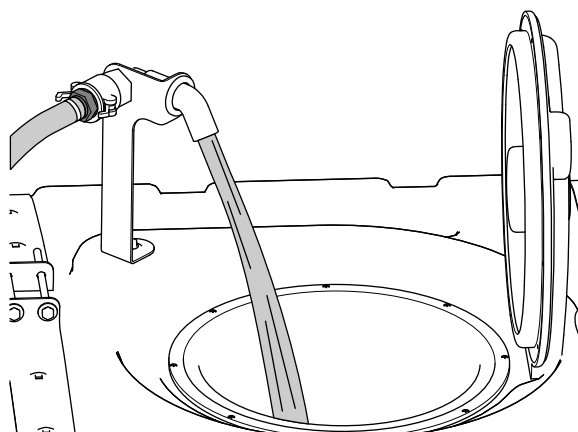

Рисунок 28
5. Залейте 3/4 требуемого объема воды в бак опрыскивателя (Рисунок 28).